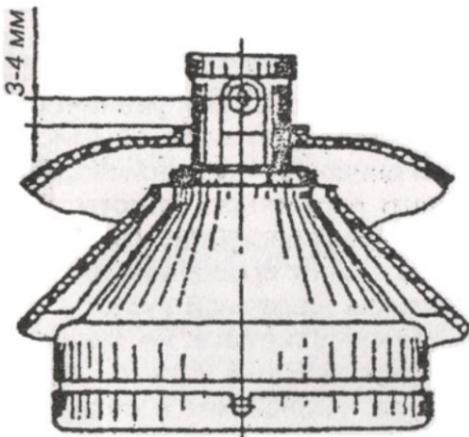

Рисунок 3 – Регулировка барабана
8.2 Регулировка барабана по высоте (рис.3) производится следующим образом: собранный барабан посадить на вал электродвигателя так, чтобы выступ втулки основания барабана вошел в прорезь вала электродвигателя. Установить на верхнюю часть электропривода без перекосов приемник обезжиренного молока и сливок.
Отрегулировать положение барабана по высоте (см. рис.3). Затем установить камеру поплавковую 14 с поплавком 15, молокоприемник 11 с краном 12.